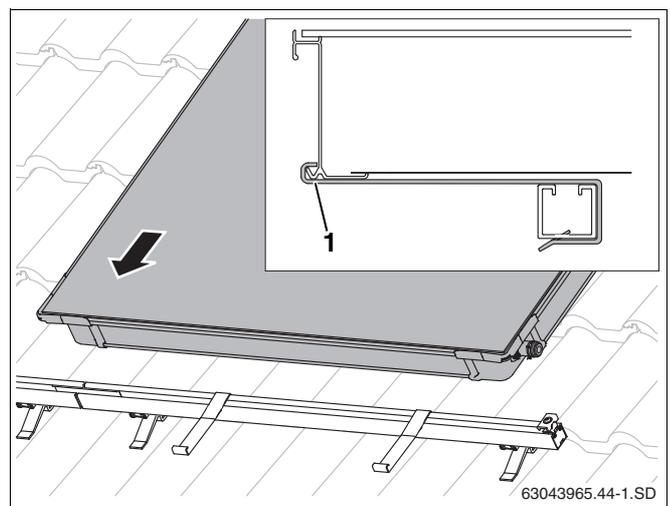

Рис. 43 Установка первого коллектора на профильные рейки
- ▶ Уложите первый коллектор на профильные рейки. Коллектор должен встать в крепления от сползания (рис. 43).
Нижний край коллектора должен войти в крепление от сползания (рис. 43, **поз. 1**).